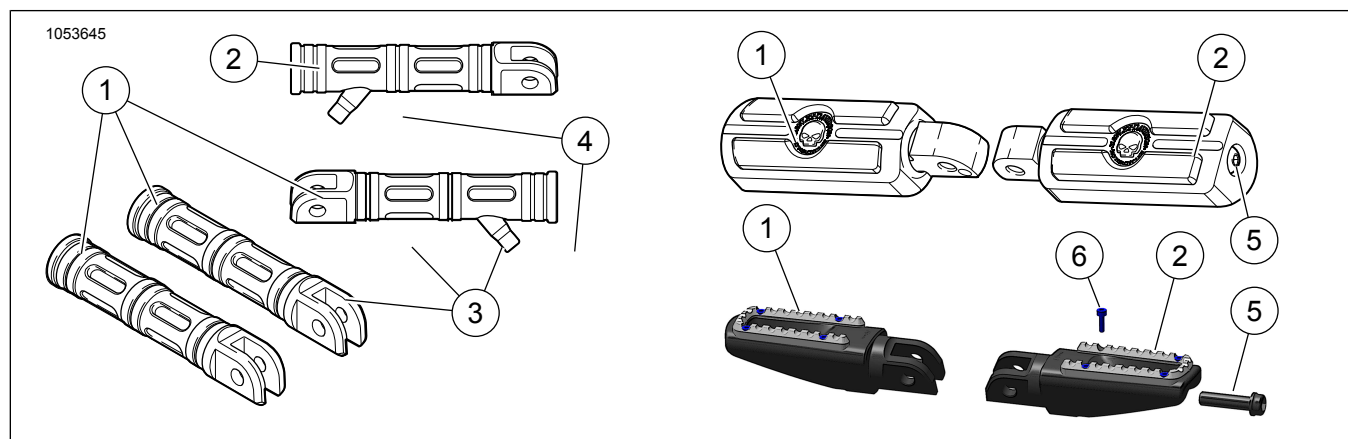

Figure 4. Pièces de rechange : Kit d'appui-pied
Voir Figure 4 et Tableau 1 .
- a. Voir Figure 4 . Desserrer la vis de réglage (5). Faire pivoter jusqu'à obtenir l'orientation désirée.